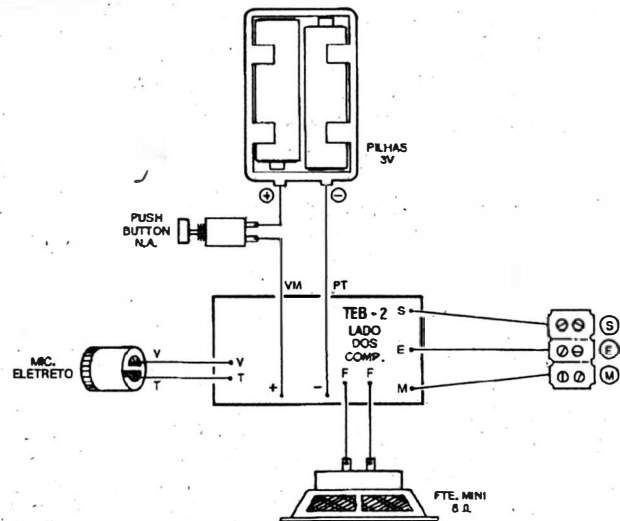

Fig.4
- **FIG. 4 - CONEXÕES EXTERNAS À PLACA** - Além dos componentes principais, *sobre* a placa, vistos na figura anterior, algumas das ligações devem ser feitas externamente ao impresso, todas mostradas no diagrama (a plaquinha continua vista pela sua face não cobreada, como na figura anterior...). Pontos a observar com cuidado: